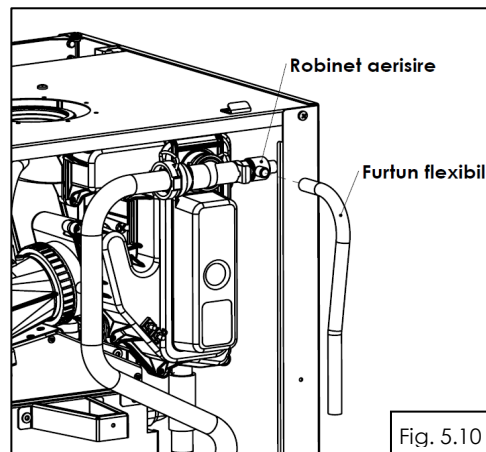

Fig. 5.10
- se verifică dacă este montat furtunul flexibil la aerisitorul manual, dacă nu se montează un furtun flexibil cu Dint = 4 mm la aerisitorul manual - fig. 5.10;